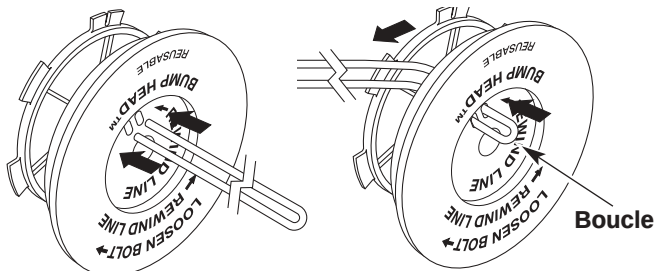

Fig. 28
- Découpez environ 6 m (20 pi) de fil neuf et faites-en deux boucles de longueurs égales. Insérez chaque extrémité de fil dans l'un des deux trous du moulinet (Fig. 28). Tirez le fil à travers le moulinet pour que la boucle soit le plus petit possible.